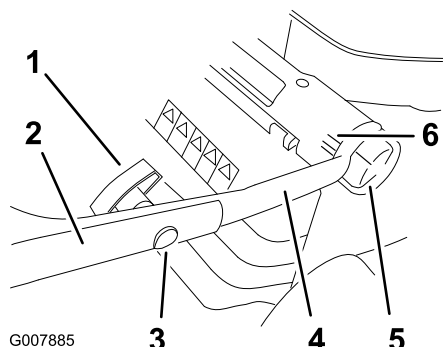

Bild 3
1. Lockern Sie die Griffhöhenhandräder und drehen das untere Handgriffteil in Richtung Rückseite des Rasenmähers, bis es auf eine der in Bild 3 dargestellten Höheneinstellungen ist. Weitere Angaben zum Einstellen der Griffhöhe finden Sie unter „Einstellen der Griffhöhe“.
3. Montieren Sie den oberen Handgriffteil mit den Ovalekopfschrauben und Handrädern am unteren Teil, siehe Bild 3). **Ziehen Sie die Handräder gut fest.**
Sie können den Handgriff auf drei verschiedene Höhen einstellen: hoch, mittel und tief (Bild 3). Wählen Sie die Griffhöhe, die für Sie am bequemsten ist.